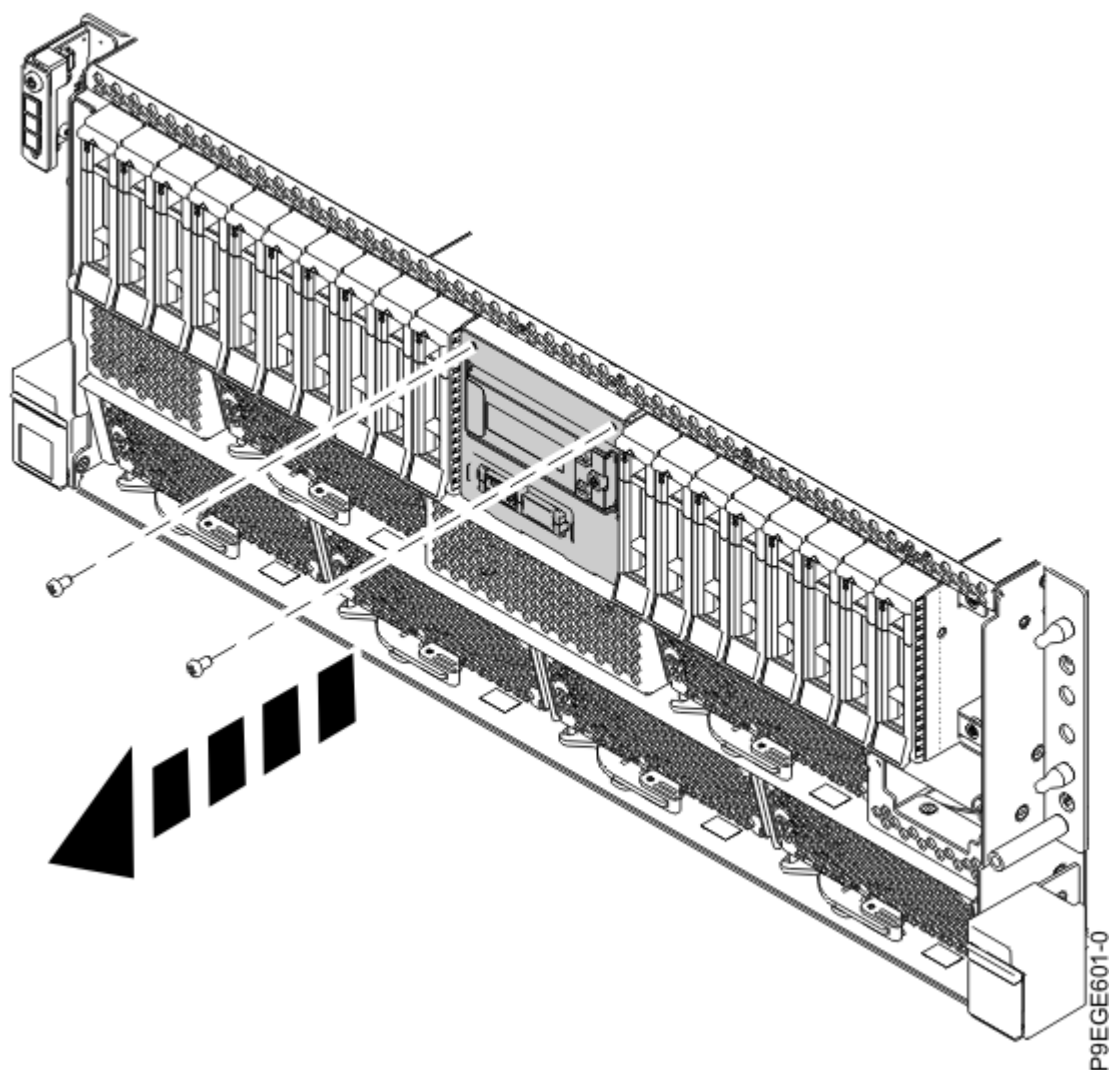

Abbildung 19. Zwei Schrauben vom vorderen USB-Halter entfernen
8. Entfernen Sie die zwei Schrauben, mit denen der Halter der USB-Buchse an der Vorderseite am System befestigt ist (siehe Abbildung 19 auf Seite 21).